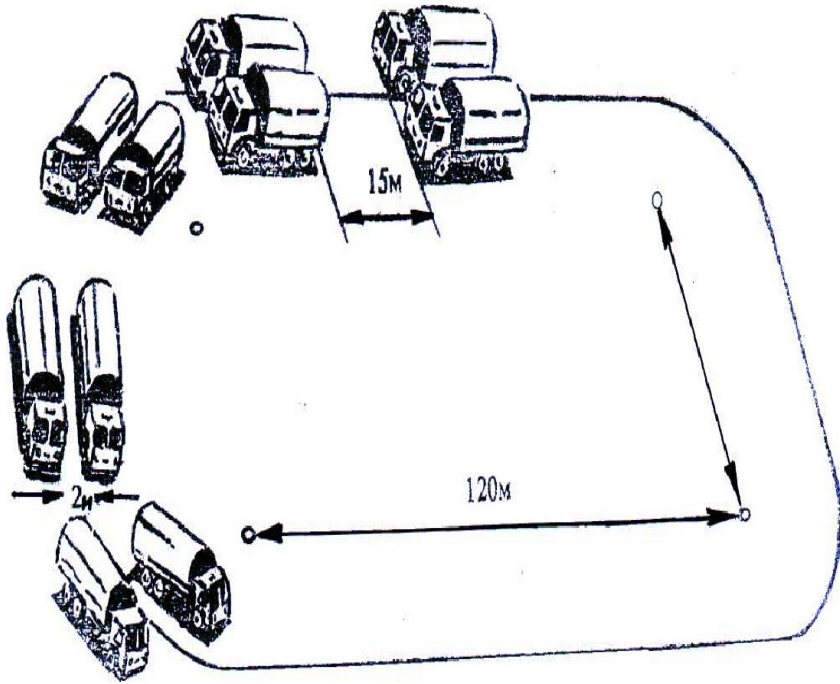

Рис. 20. Рух в колоні по два з заданими дистанціями (15 м) і інтервалом (2 м)
**г) Рух у колоні по два з заданими дистанцією та інтервалами (рис. 20)**